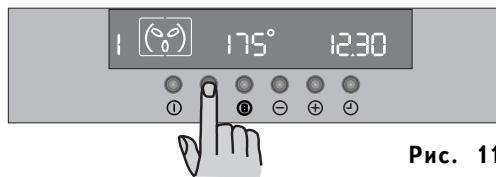

Рис. 11
- 1) Поставьте блюдо в духовку, включите духовку, выберите режим приготовления и при необходимости отрегулируйте температуру (Рис. 11).